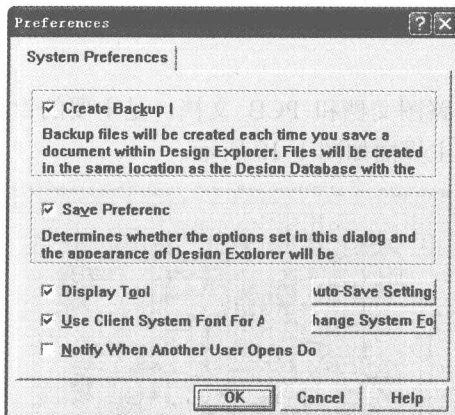
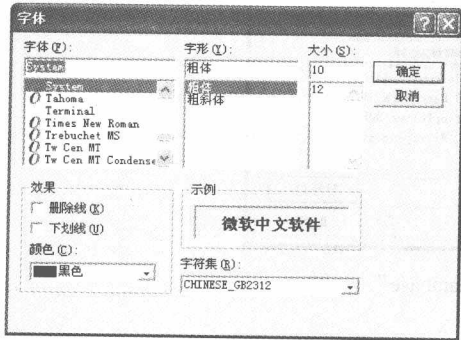

图 1-14 “设置系统参数”对话框（文字显示不完整）
图 1-15 “字体”对话框
2) 单击图 1-13 所示菜单中的“Preferences”命令，将弹出如图 1-14 所示的“设置系统参数”对话框。
3) 单击图 1-14 所示对话框中的 Change System Font 按钮，打开如图 1-15 所示的“字体”对话框。